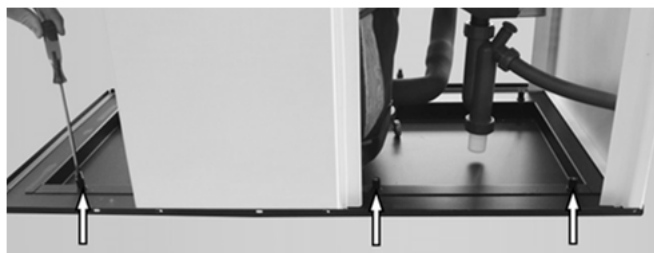

Abb. 5: Verstellung der Stellfüße (je drei pro Seite)
- ➔ Richten Sie den Kessel über die sechs Stellfüße aus (s. Abb. 5), so dass er waagrecht steht.